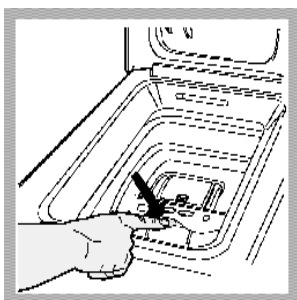

Fig. 2
- E) **POZIȚIONAREA FINALĂ A COȘULUI (fig. 2)**